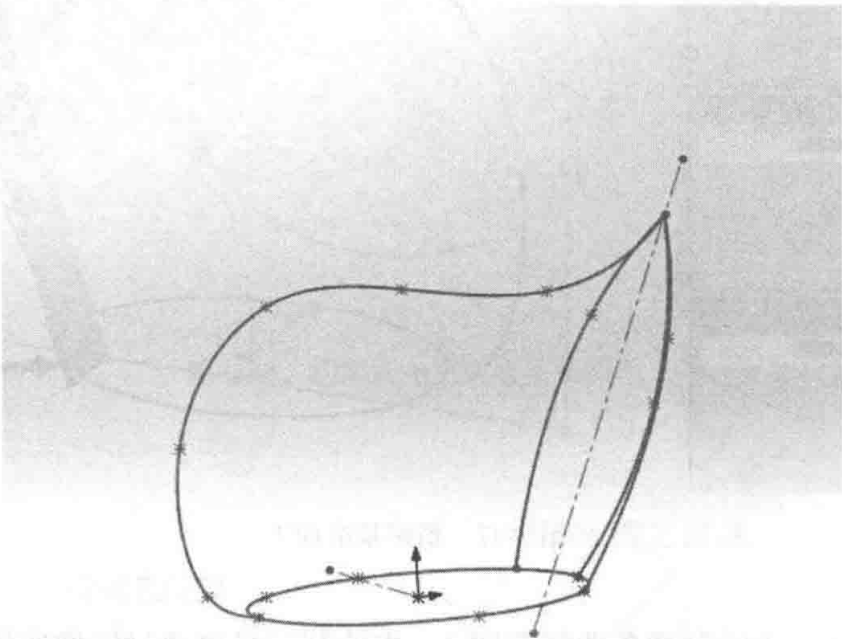

图 3-49 草图
(6) 退出草图，隐藏基准面，得到三个草图，如图 3-49 所示。